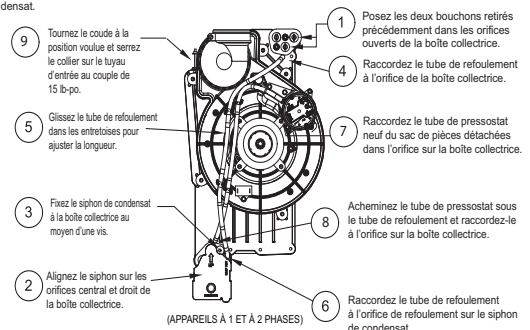

Fig. 11 – Configuration horizontale gauche (l'apparence peut varier)
Lorsque la chaudière est installée en configuration horizontale à droite, le siphon de condensat est installé initialement en usine au bas de la boîte collectrice. Consultez l'image du haut de la Fig. 10. Lorsque la chaudière est installée en configuration horizontale à gauche, le siphon de condensat est installé initialement en usine au sommet de la boîte collectrice. Consultez l'image du haut de la Fig. 11. Dans les deux cas, le siphon doit être repositionné sur la boîte collectrice pour assurer un drainage adéquat du condensat. Consultez les images inférieures des Fig. 10 et Fig. 11.
- La Fig. 11 illustre le siphon de condensat et la tuyauterie avant et après le déplacement en position horizontale à gauche.